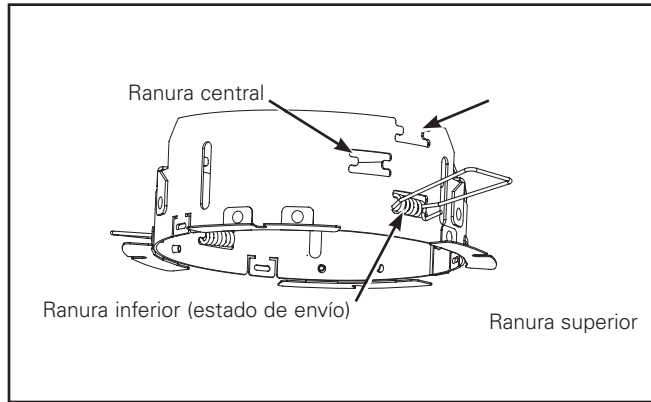

Figura 27
3. El anillo puede adaptarse a distintos grosores de techo y alturas del marco/alojamiento por medio de las diferentes ubicaciones de las ranuras para los muelles de montaje. Por defecto, los anillos se envían con los muelles en la posición superior para un cielo raso o un alojamiento de 2" (5.08 cm) de espesor. Para los techos con un grosor de 0,5 hasta 0,75 pulgadas, utilice la ranura inferior, y para grosores superiores a 0,75" pero menores que 1,5", utilice la ranura central (Figura 27).